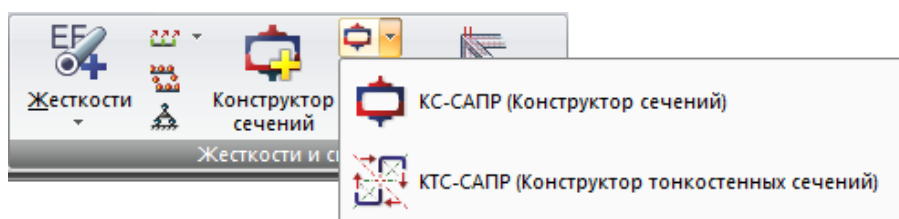

Рис. 33. Раскрывающийся список **КС-САПР (Конструктор сечений)**
**Конструктор сечений** (рис. 33) – раскрывающийся список. Вызов систем КС-САПР и КТС-САПР: